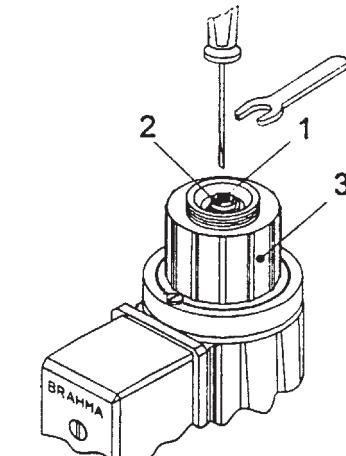

Рис. 4
Для того, чтобы изменить расход газа горелки используйте блок 3 узла замедления, изображённого на рис. 4.
Регулировка выполняется при помощи винта (1), указанного на рис.4.
Осуществляется посредством вращения регулятора (2), изображённого на рис. 4. Вращение по часовой стрелке посредством шестигранного ключа (6 мм.) приводит к замедлению быстрого скачка и, наоборот, - к ускорению скачка.